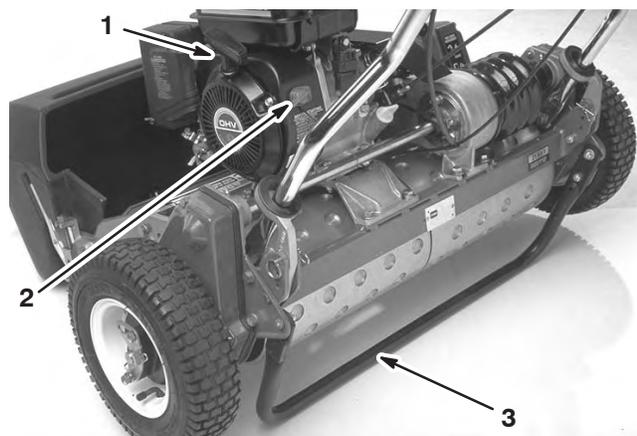

Figure 23
Commande marche/arrêt (Fig. 23)
Démarreur à lanceur (Fig. 23)
Béquille (Fig. 23)
3. Placez la commande marche/arrêt (Fig. 23) en position marche.